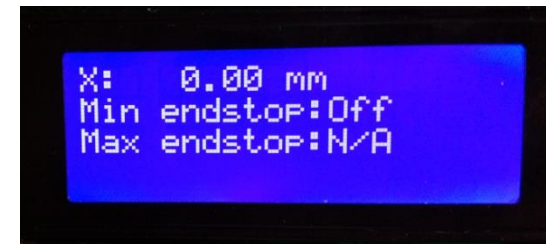

Fig 2: Revisar estado de los "endstop"
3. Asegurarse de que los motores y los "suiches de limitación" funcionen correctamente(**Fig 2**)